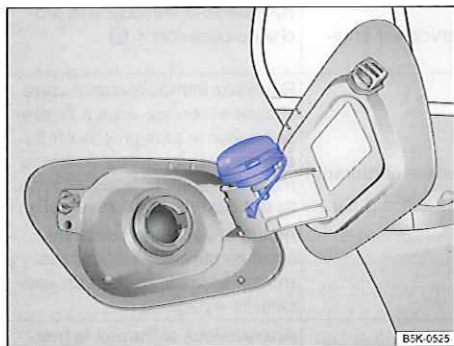

Fig. 204 Trappe à carburant ouverte avec bouchon de réservoir accroché
- Dévissez le bouchon de réservoir en tournant dans le sens inverse des aiguilles d'une montre et accrochez-le en haut de la trappe à carburant \Rightarrow fig. 204.